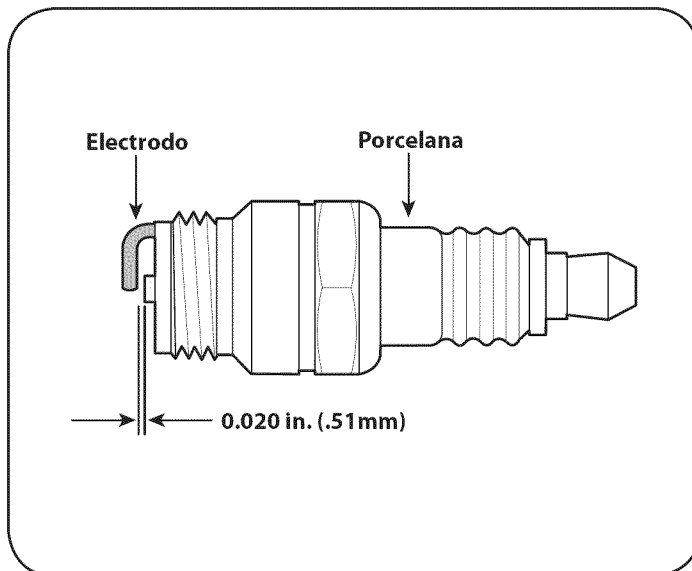

Figura 16
3. Compruebe el entrehierro con un calibrador de alambre. La separación correcta es 0,020 in. (0,51 mm). Vea la Figura 16. Si es necesario, reajuste el entrehierro.